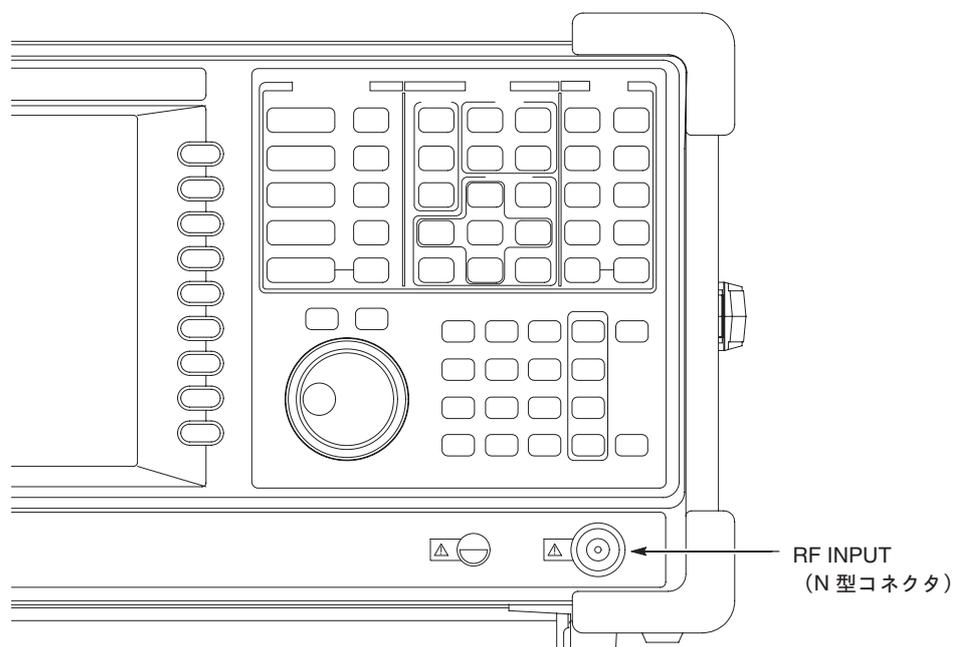

図 2-1：ケーブルの接続
1. 同軸ケーブルを使い、信号発生器の出力を前面パネルの **RF INPUT** コネクタに接続します（図 2-1）。